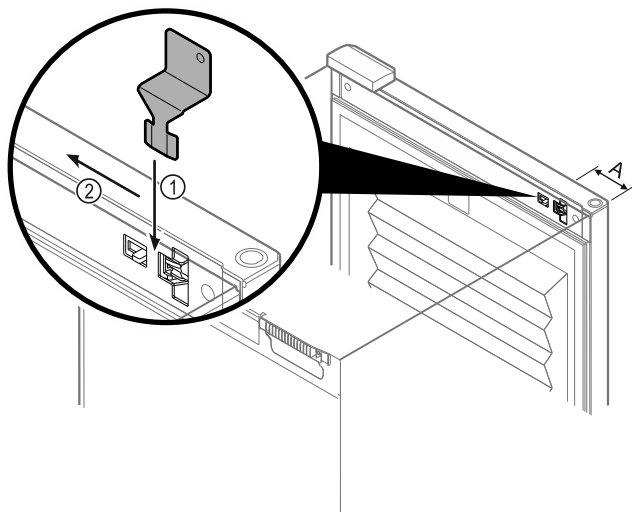

Fig. 106
- Positionner la clé de déverrouillage de secours à l'endroit indiqué Fig. 106 (A) ≈ 100 mm.
- Insérer par le haut et jusqu'au bout la clé de déverrouillage de secours entre la porte et le corps de l'appareil Fig. 106 (1).
- Tirer la clé de déverrouillage de secours en direction de la charnière Fig. 106 (2).